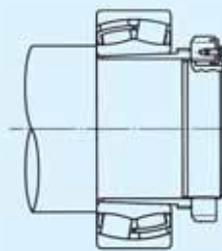
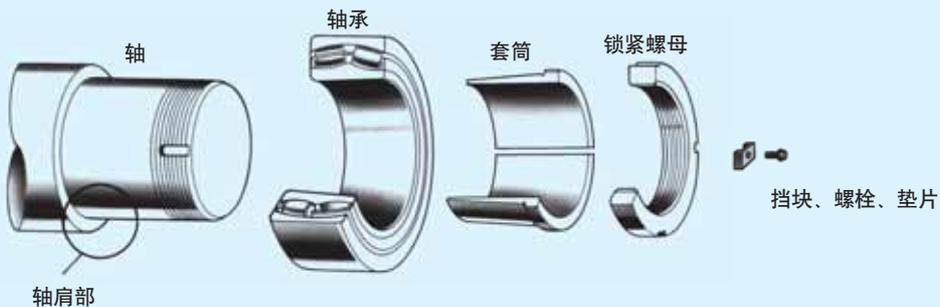

图 6.15 组装图
图 6.16 用锁紧螺母的安装方法
(1) 利用锁紧螺母的安装方法 (见图 6.15、图6.16)